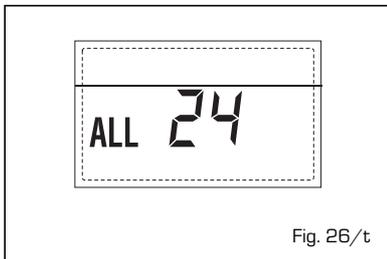

Fig. 26/t
- **ANOMALIA GUASTO SONDA BOLLITORE SOLARE S2 "ALL 25"** (fig. 26/u)